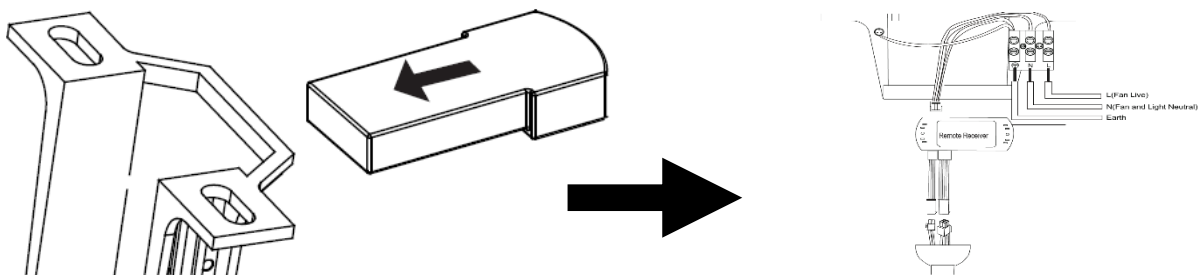

Fig. 8
Fare riferimento alla Fig. 8 per il collegamento elettrico del ventilatore.
- Inserire con attenzione il ricevitore del telecomando sopra il giunto sferico nello spazio rimanente all'interno della staffa di supporto. Fare attenzione a non danneggiare o allentare alcun cavo. (Fig. 8).